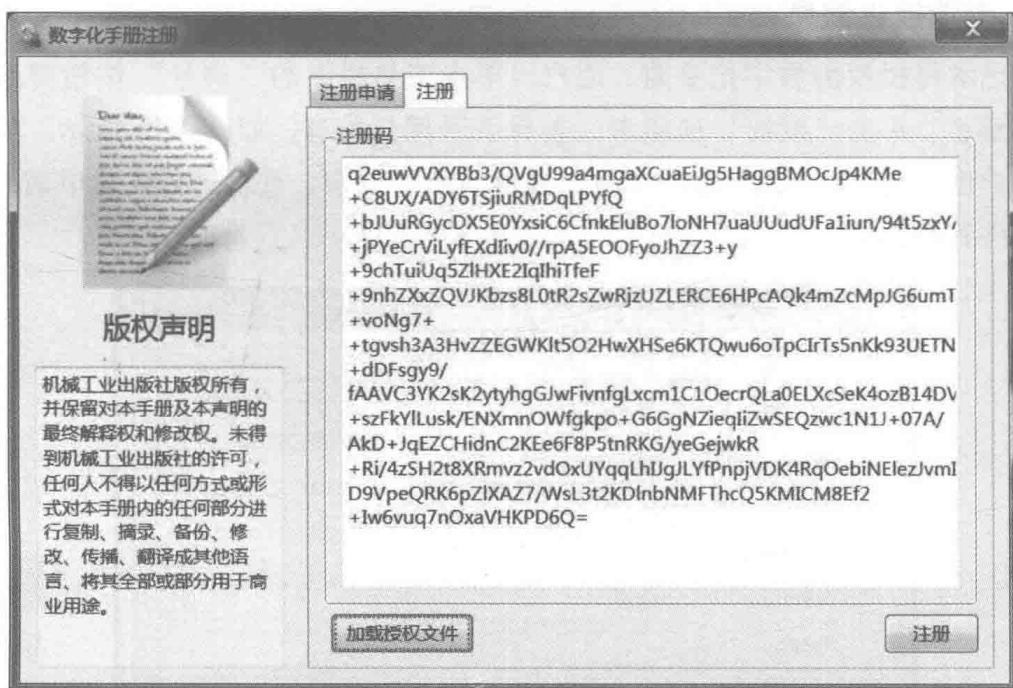

图 1-13 “数字化手册注册”对话框的“注册”选项卡
1) 当用户收到客服人员发送的手册授权文件(文件扩展名为.lic)后,运行数字化手册,在自动弹出的“数字化手册注册”对话框中(如果该对话框被关闭,用户可单击工具栏上的“属性”按钮,弹出“属性”对话框;单击“授权”选项卡,根据系统提示单击“立即注册”按钮,重新打开“数字化手册注册”对话框),单击“注册”选项卡;然后,单击左下方的“加载授权文件”按钮,加载授权文件(图1-13);最后,单击右下方的“注册”按钮,完成数字化手册的注册。